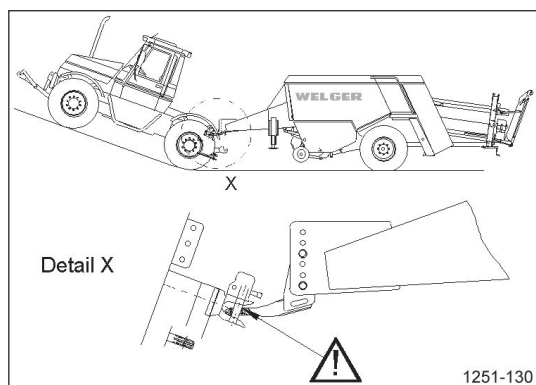

Рисунок 17
- ❑ Никогда не наклоняйте машину и тягач по отношению друг к другу до такого угла, при котором тяговая проушина может быть перекошена в тяговой серьге (Рисунок 17).